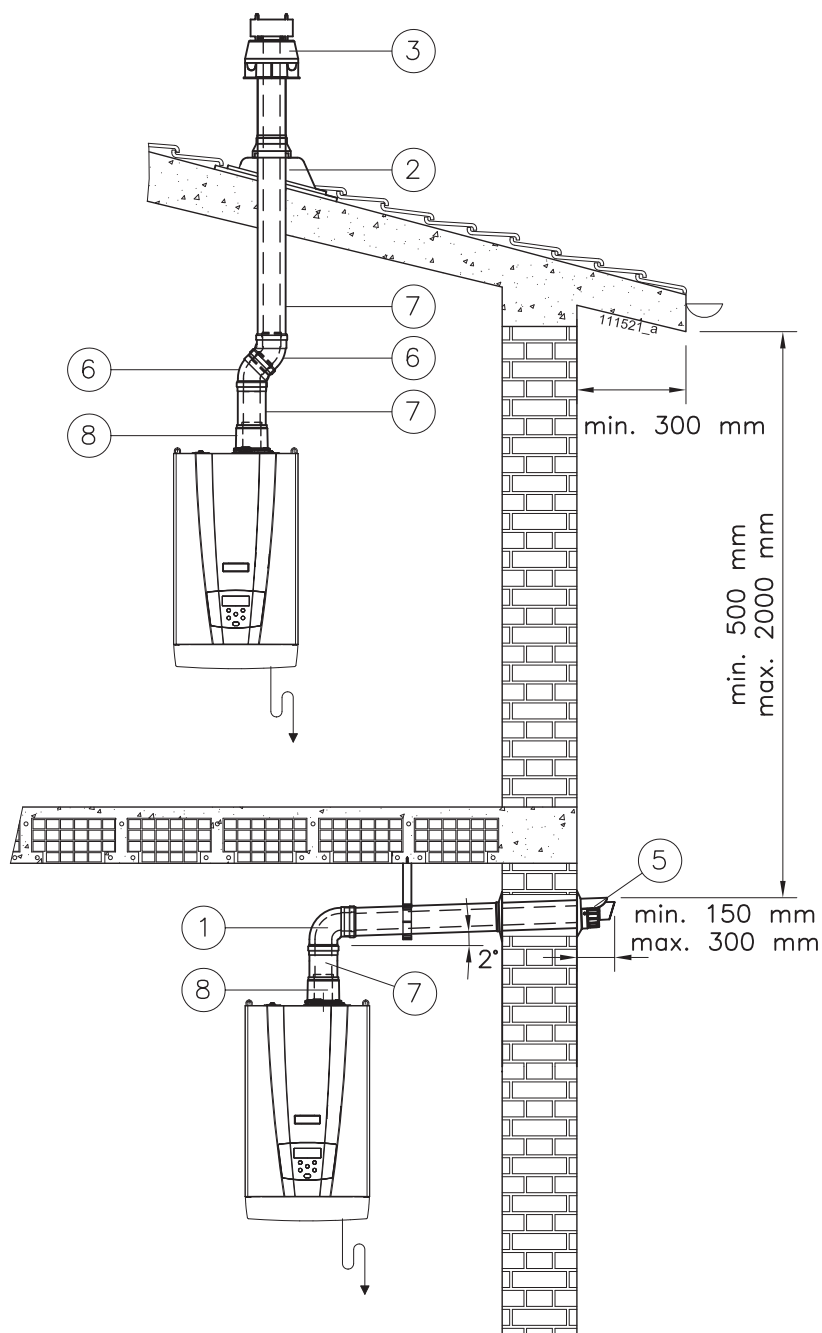

Figura 5-21 - Esempi di installazione condotto coassiale
**ATTENZIONE!!! Una volta eseguite queste operazioni verificare che il terminale di scarico/aspirazione sia esposto all'esterno con le tolleranze date in Figura 5-21.**
Quando si esegue uno scarico coassiale (vedi Figura 5-21), sia verticale sia orizzontale, è indispensabile pendere il condotto di scarico verso l'alto in modo da fare defluire la condensa all'interno dell'apparecchio.
**ATTENZIONE!!! Il terminale orizzontale deve essere protetto contro accidentali rientri di acqua piovana. Allo scopo, deve essere installato sotto spioventi (o sporgenze o balconi o protezioni apposite) aventi le dimensioni minime di cui in Figura 5-21.**